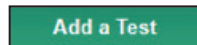

Figura 78. Botón de Agregar una Prueba.
**Add a Test Operation (Agregar una Operación de Prueba).** Dé clic en el botón verde **Add a Test** en la parte inferior de la pantalla para agregar una nueva operación de prueba al final de la secuencia de prueba. Ver la Figura 78. Las operaciones de **Prueba** solo pueden ser agregadas secuencialmente de arriba hacia abajo.